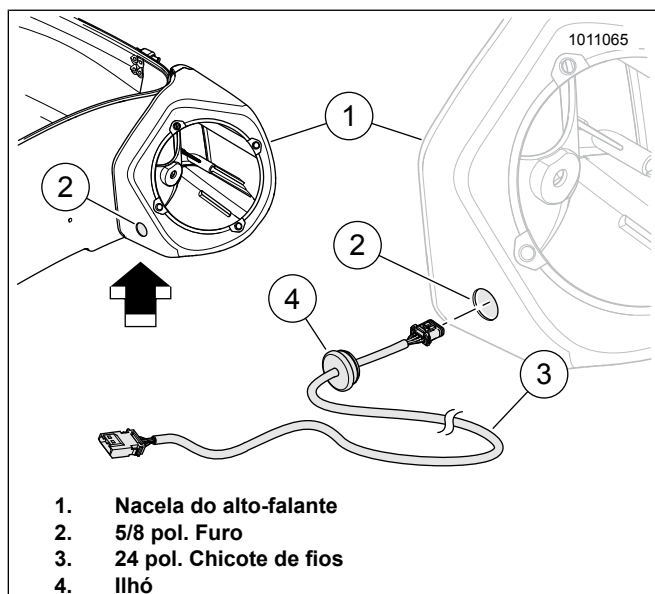

Figura 22. Nacela do alto-falante esquerdo
12. Veja a figura 22. Remova o ilhó existente da nacela do alto-falante (1) e insira o novo chicote de fios (3) no ilhó existente (4) com o chicote de fios.
13. Insira a extremidade macho do chicote de fios (3) com o ilhó. Pressione o ilhó (4) dentro do furo começando por uma extremidade cônica do ilhó dentro do furo. Quando corretamente instalada, a parte externa do ilhó deve ficar encostada na parte externa da nacela do alto-falante. Pressione o perímetro do ilhó para que ele fique no lugar.